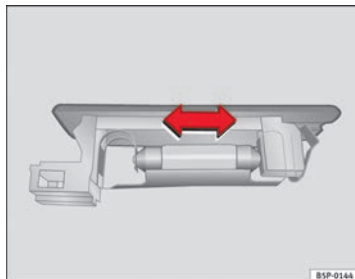

Abb. 177 Gepäckraumbeleuchtung
- Drücken Sie die Lampe zur Seite und nehmen Sie sie aus ihrer Halterung heraus ⇒ Abb. 177.